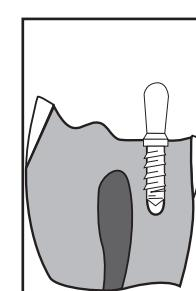

Figure 7
- Betjen håndtaget ved meget lav hastighed og anvend let nedadgående tryk. MAX stiften justeres og skrues automatisk ind i den borede kanal, og den brydes af ved skulderstoppet, når den er sat på plads (**Fig. 7**).